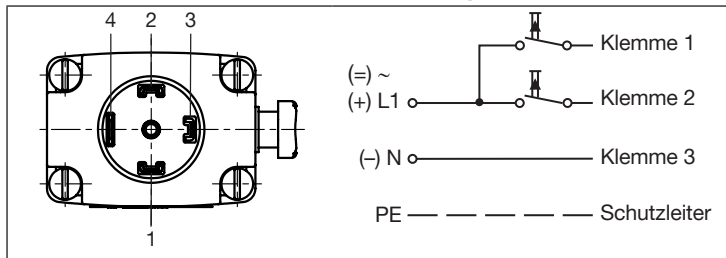

Bild 8: Schaltbild
- Impulsventile (variable code CF 02) wie im „Bild 8: Schaltbild“ anschließen. Impuls auf Klemme 1 schließt das Ventil, Impuls auf Klemme 2 öffnet das Ventil.